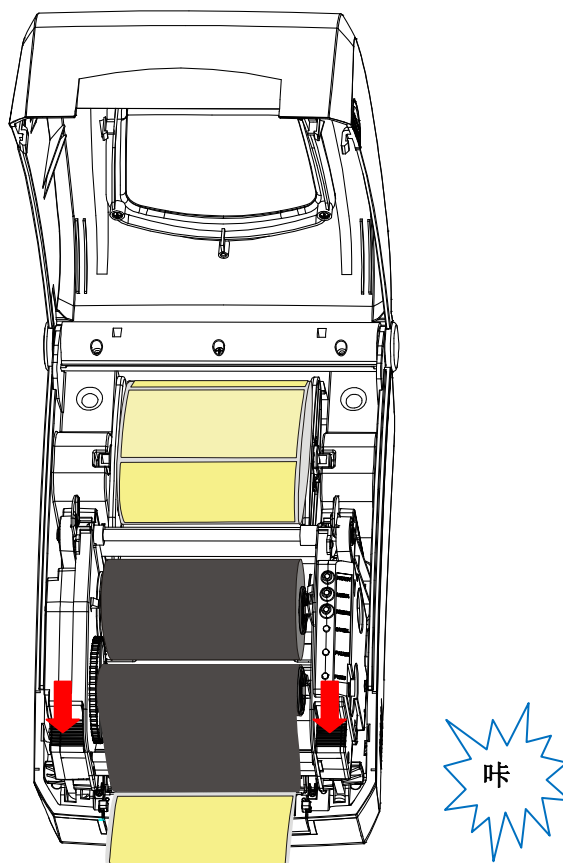

图 6-4
11. 同时按下打印头模组，直到锁紧杆锁住，**这时可以听到“咔”的响声**（图 6-4）；